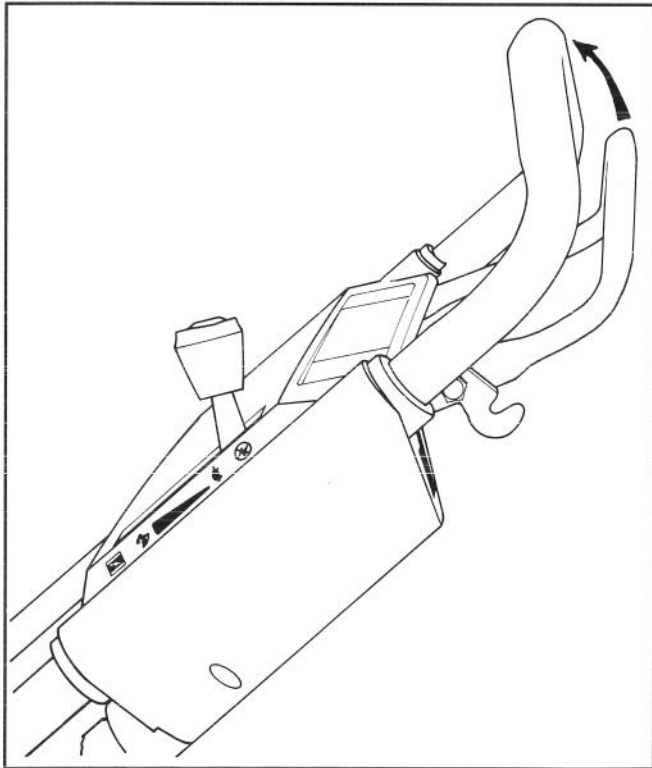

Figure 10
5. ENTRAÎNEMENT DES ROUES (modèles autopropulsés) (fig. 10)—Pour engager le système de traction, serrer le levier de commande contre le guidon. Pour stopper, relâcher ce levier.